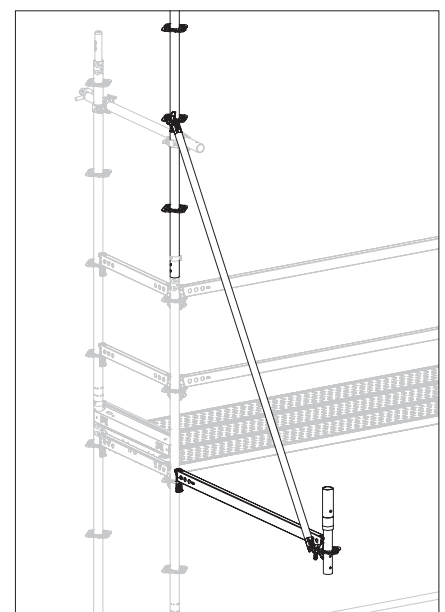

Fig. A4.04d
4. Inserire il corrente orizzontale nella rosetta prevista sull'impalcatura di base e serrare con un martello. (Fig. A4.04d)